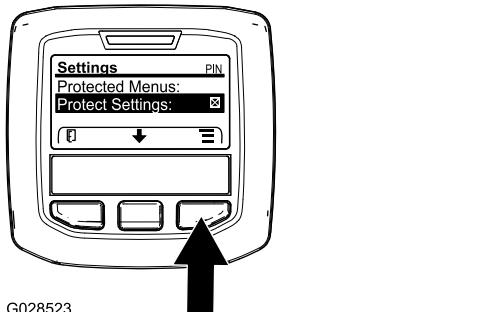

図 74
**注** Protect Settings の右側に X が表示されていない場合には、左ブーム、中央ブーム、右ブーム、デフォルトに戻るのどれもPINによる保護ロックをされていません 図 74。
- 注** Protect Settings の右側にXマークが表示されます 図 74。